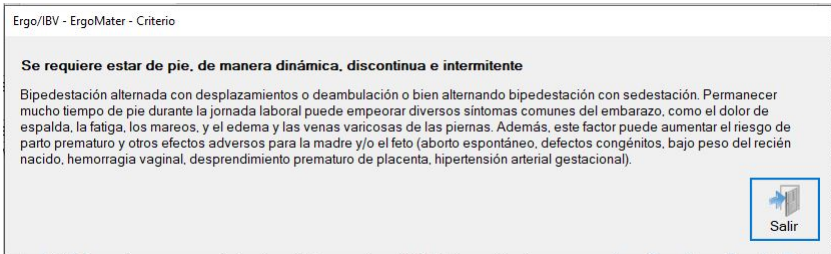

Figura 3. ErgoMater - Criterio asociado a un factor de riesgo
- El **botón Criterio** da paso a un breve comentario que expone las consecuencias adversas que puede implicar para la madre y/o el feto la presencia de dicho factor de riesgo en el puesto de trabajo (Figura 3).